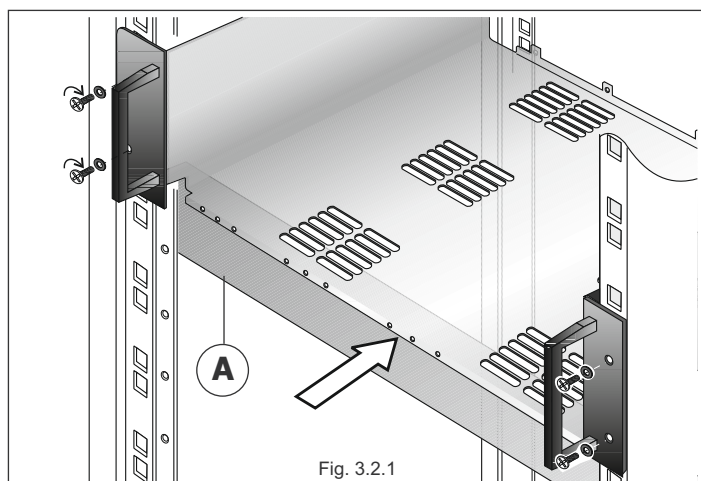

Fig. 3.2.1
- Il cestello di supporto degli amplificatori (vedi fig. 3.2.1) deve sempre essere montato sulle apposite staffe di sostegno (particolare [A]) fornite in dotazione.